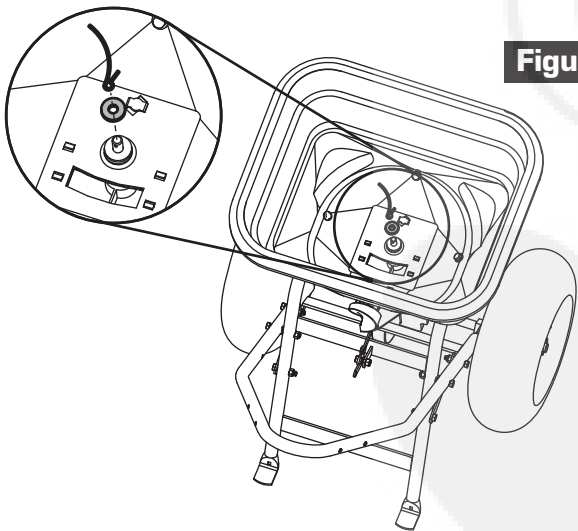

Figura 7
7. Dentro de la tolva, monte la arandela de fieltro y el alambre del agitador en el eje del rotámetro como se muestra en la Figura 7.
NOTA: Tenga en cuenta la orientación y pase el alambre del agitador (como se muestra en la Figura 7).